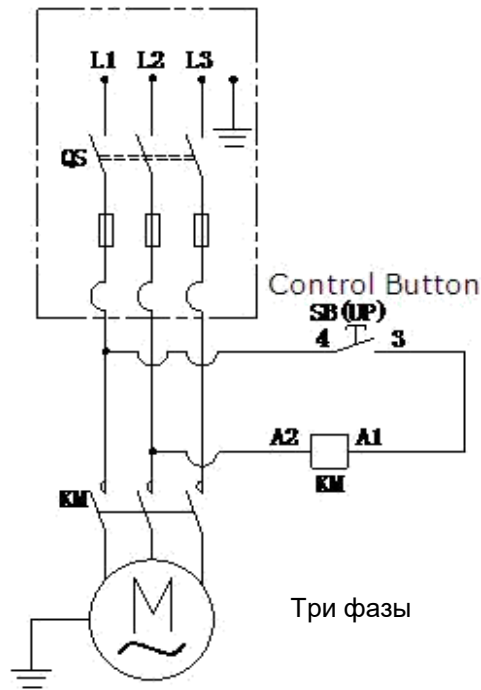

Рис. 27. Три фазы
1.Электрическая схема (См рис. 27)